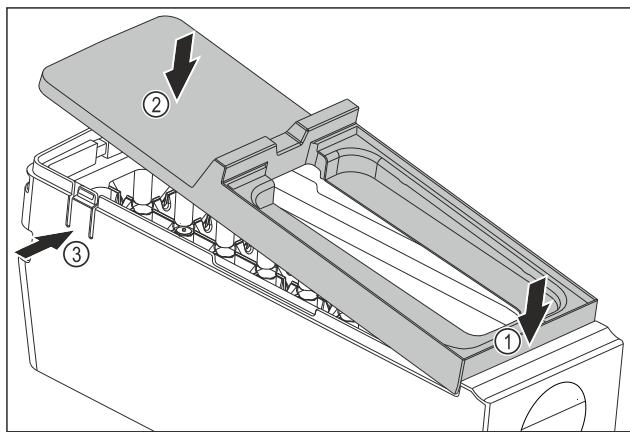

Fig. 245
- Montáž krytu korpusu EasyTwist-Ice: Nasadte kryt na přední stranu. Fig. 245 (1)
- Spusťte kryt vzadu dolů. Fig. 245 (2)
- Kryt slyšitelně zaklapne v obou lamelách Fig. 245 (3).